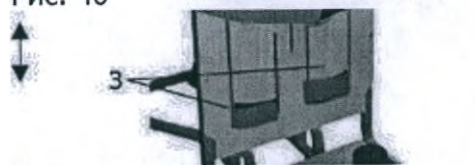

Рис. 47
3) Регулировка креплений голеней по высоте (рис.47)